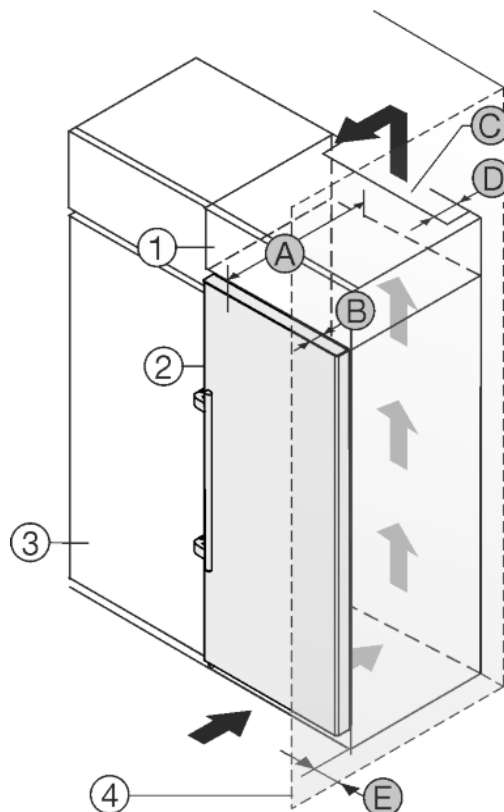

Fig. 20
Uređaj se može adaptirati za ugradnju u kuhinjske ormare. Kako biste uređaj Fig. 20 (2) prilagodili visini kuhinjskog namještaja, iznad uređaja možete postaviti viseći ormar Fig. 20 (1).
Uređaj se može postaviti direktno uz kuhinjski ormar Fig. 20 (3). Kako biste vrata mogli potpuno otvoriti, uređaj mora biti za dubinu Fig. 20 (B) ispred u odnosu na prednjicu kuhinjskog ormara. Ovisno o dubini kuhinjskih ormara i uporabi zidnih distancera, uređaj može i dalje stršati.
- Na stražnjoj strani visećeg ormara treba postojati otvor za odzračivanje dubine Fig. 20 (D) po cijeloj širini visećeg ormara.
- Ispod stropa prostorije treba poštovati ventilacijski presjek Fig. 20 (C).
Kada se uređaj postavlja s okovima pored zida Fig. 20 (4), treba poštovati razmak Fig. 20 (E) između uređaja i zida. To odgovara stajanju ručice kod otvorenih vrata.